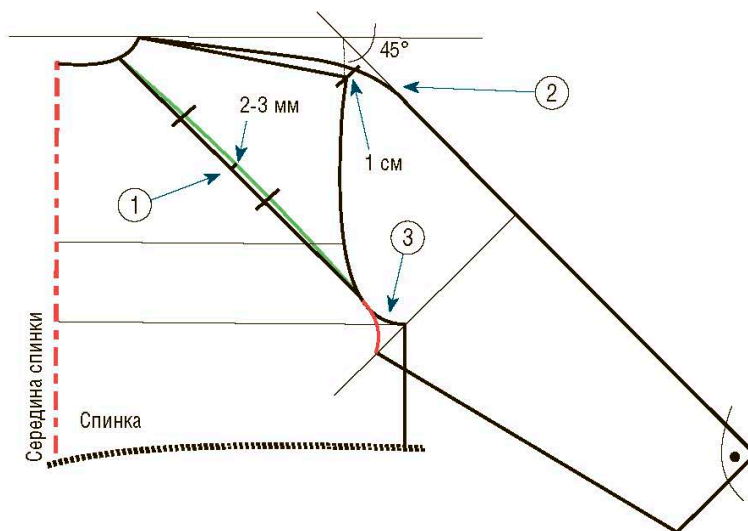

Рис. 1
① Линия отреза рукава реглан обычно начинается от точки трети горловины по спинке, отмеренной от края плеча. Если горловина выполняемой модели была изменена, например, на величину более 3 см на момент моделирования, желательно отметить треть горловины по выкройке основы, в ином случае линия разреза опустится слишком низко по спинке, и вся выкройка будет нарушена. Зафиксировав точку начала разреза на линии горловины, начертите прямую до линии проймы, эти две линии должны соединиться и слиться в одну (черная линия на рис. 1). В центре данной линии черного цвета сделайте отметку на расстоянии 2–3 мм и начертите с помощью лекала немного изогнутый контур, проходящий через данную отметку (зеленая линия на рисунке). Эта линия обозначает край рукава и выполнена таким способом, чтобы получить красивый визуальный эффект. После соединения получится ровная и прямая линия стыковки деталей.
Данная инструкция особенно полезна при построении основных выкроек на крупные фигуры. Расположите по меньшей мере 2 точки совмещения, чтобы облегчить совмещение груди с рукавом (короткие черные линии на рис. 1).
② От пересечения линии плеча и линии проймы начертите вертикальную линию (пунктир на рис. 1) до горизонтальной линии основы. Затем от пересечения этих двух линий отложите прямую под углом 45° . Начертите линию плеча заново, подняв ее крайнюю точку примерно на 1 см, а затем соединив с наклонной линией. Важно поместить точку совмещения в крайней точке плеча. От этой точки отложите длину рукава, отметив ее перпендикуляром, длина которого равна мерке половины длины рукава плюс 1 см.
③ Опустите перпендикуляр к средней линии рукава (линия, отложенная под углом 45°), проходящий через пересечение изгиба проймы и вертикальной линии бокового шва верха, и отложите на нем мерку половины обхвата груди плюс 1 см. Затем с помощью кальки или ролика скопируйте изгиб нижней части проймы и отразите его зеркально (красная линия на рис. 1). Для завершения построения спинки с рукавом реглан начертите прямую, достигающую края нового изгиба проймы и проходящую по нижнему краю рукава.